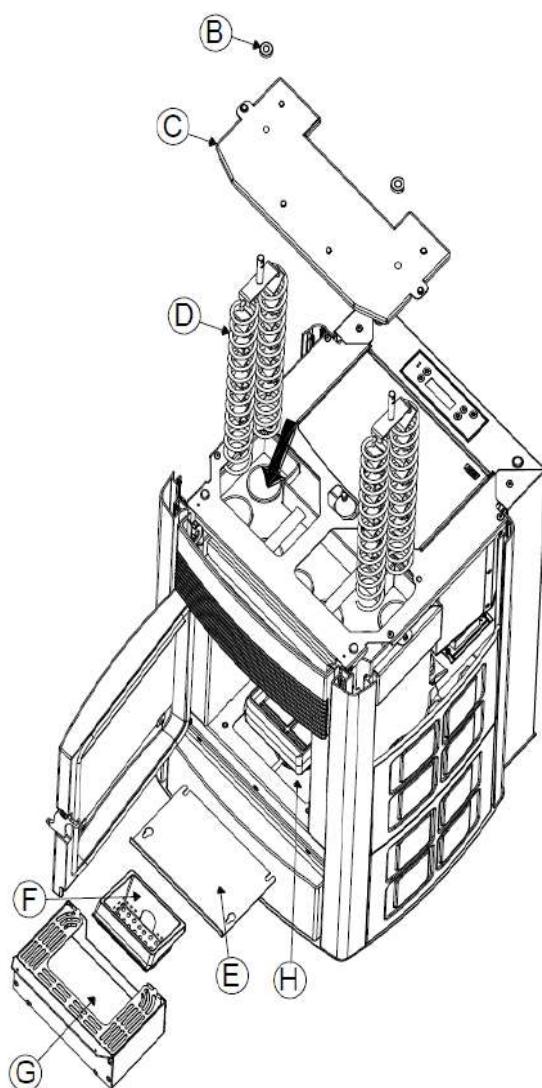

Figure 16 - Nettoyage du groupe de tuyaux, du turbulateur et du compartiment inférieur (EGO/STAR)
⚠ ATTENTION : Il est conseillé d'effectuer le nettoyage de l'échangeur supérieur à la fin de la saison et éventuellement par un technicien agréé spécialisé afin de remplacer le joint qui se trouve sous le bouchon « C ». (fig.16).
**ATTENTION** : Il est conseillé d'effectuer le nettoyage de l'échangeur supérieur à la fin de la saison et éventuellement par un technicien agréé spécialisé afin de remplacer le joint qui se trouve sous le bouchon « C ». (Fig.16).